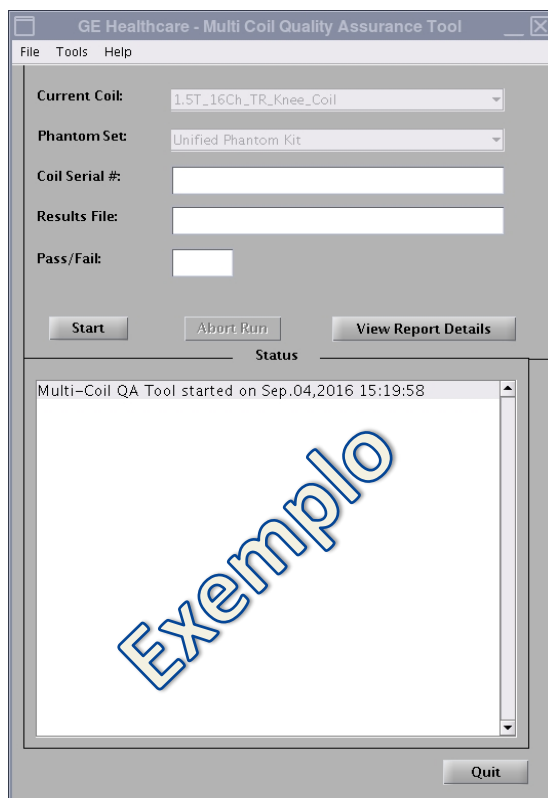

Figura 3
O campo da bobina atual será preenchido automaticamente (Figura 3) com base na ID da bobina ligada ao LPCA. Introduza o número de série da bobina a testar no campo Coil Serial # (N.º de série da bobina).
2. Clique em **[Start]** (Iniciar) para começar o teste automático, conforme mostrado na Figura 3. Consoante o número de localizações de teste (complexidade da bobina), o teste poderá demorar entre 3 e 5 minutos.